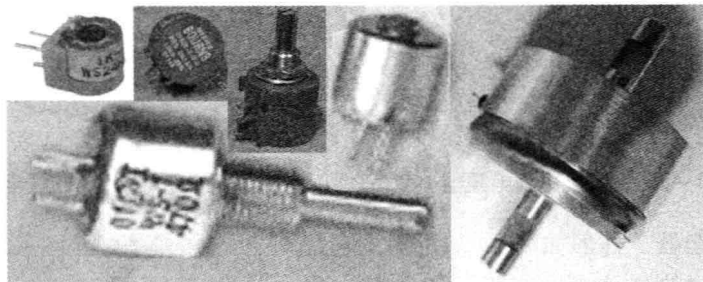

图1-10 实心电位器
2. **实心电位器** 实物如图1-10所示,它包括有机实心电位器、无机实心电位器和导电塑料电位器。其中,有机实心电位器使用最为广泛。